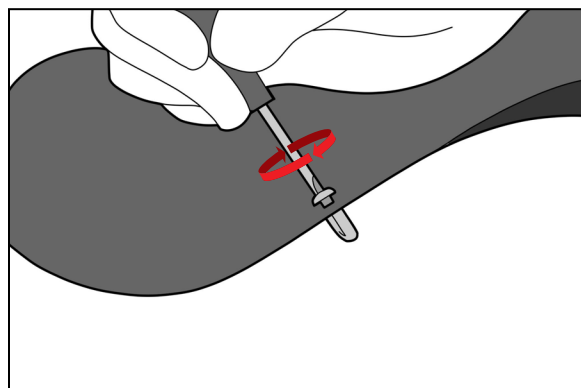

Figure 8
4. Serrer la vis à l'aide d'un tournevis plat $\frac{1}{8}$ " jusqu'à ce qu'elle tienne bien en place. (Figure 8).